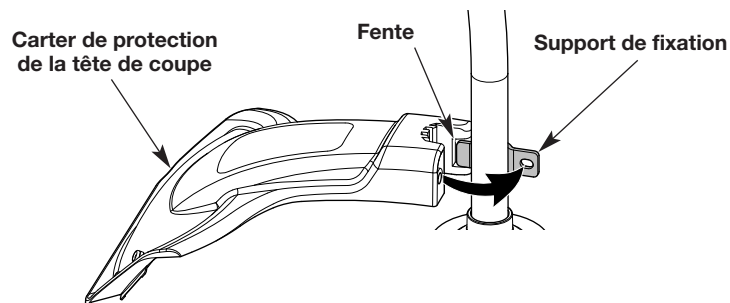

Fig. 1
2. Insérez la patte courte (celle sans orifice) du support de fixation dans l'encoche du carter de protection (Fig. 1).
3. Faites tourner le carter de protection dans le sens horaire inverse afin d'aligner le trou du carter de protection avec le trou du support de fixation (Fig. 1).